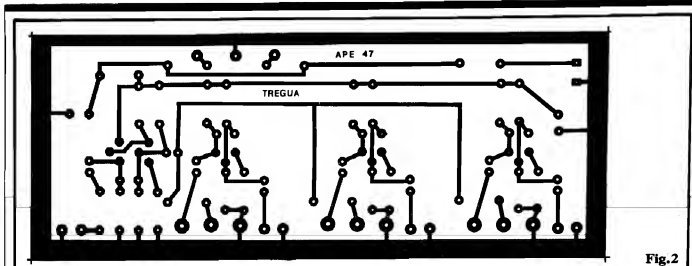

Fig. 2
- FIG. 2 - LAY OUT DO CIRCUITO IMPRESSO ESPECÍFICO - Otimos por uma placa "folgada", por uma série de motivos: a grande quantidade de controles e acessos invalidaria o uso de uma caixa final muito pequena, o que nos "desobriga" de compactar excessivamente o lay out. Outra coisa: circuitos de áudio, que lidem com sinais de baixo nível, sob forte amplificação (alto ganho) são muito sensíveis a capacitâncias parasitas, um fator que pode ser atenuado com lay outs mais "abertos", cuidadosamente desenhados e testados... Finalmente, para reduzir ao mínimo as fiações externas à placa (também na busca do menor nível de ruído que se possa obter...),